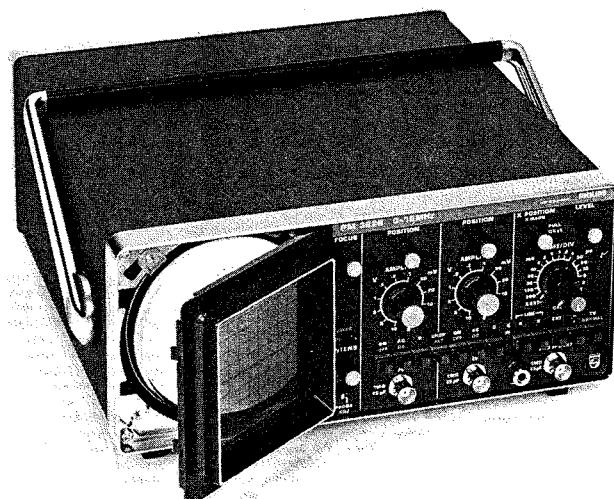

Fig. 2.5. Dépose de la visière et du graticule
- Pour déposer la visière, tourner en appliquant une légère pression sur le flanc gauche (voir Fig. 2.5.). Le masque et le graticule peuvent tous deux être déboîtés de la visière en exerçant une légère pression de l'avant.